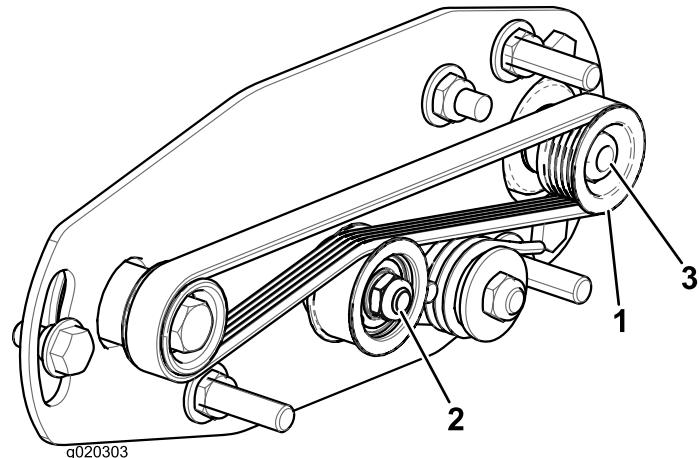
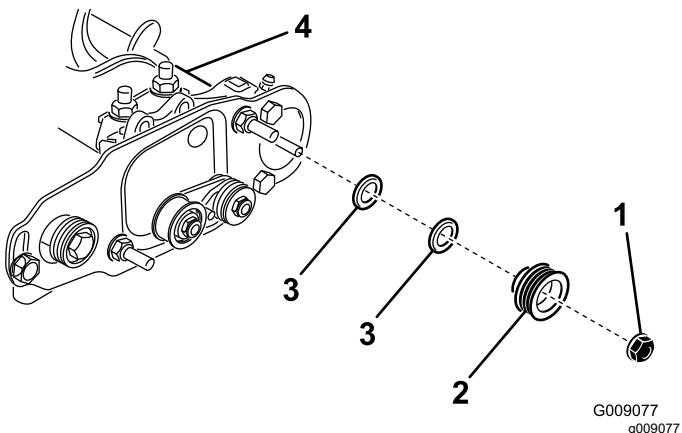

Bild 22
Bild 23
1. Die Antriebsriemenscheibe (an der Rollenbürstenwelle) kann nach innen und außen bewegt werden (Bild 22).
2. Drehen Sie die Spindel, die die Antriebsscheibe dreht, und drücken Sie gleichzeitig den Riemen von der Antriebsscheibe (Bild 22).
- Entfernen Sie die Sicherungsmutter, mit der die Antriebsriemenscheibe an der Bürstenwelle befestigt ist (Bild 22 oder Bild 23).
- Nehmen Sie die Antriebsriemenscheibe von der Welle (Bild 23).
- Wenn die Scheibe nach außen bewegt werden muss, legen Sie eine 0,8 mm dicke Scheibe auf (Bild 23).